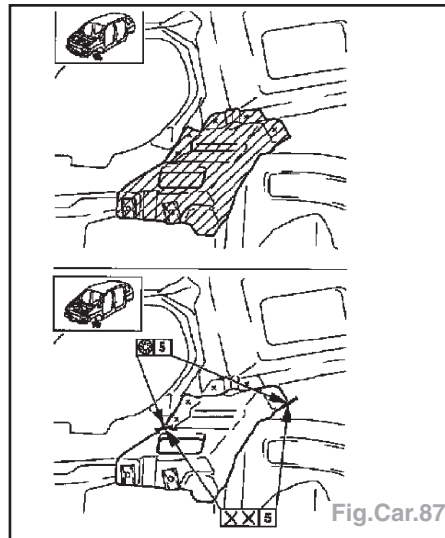

Fig.Car.87
- Déposer les pièces rapportées (Fig.Car.87)